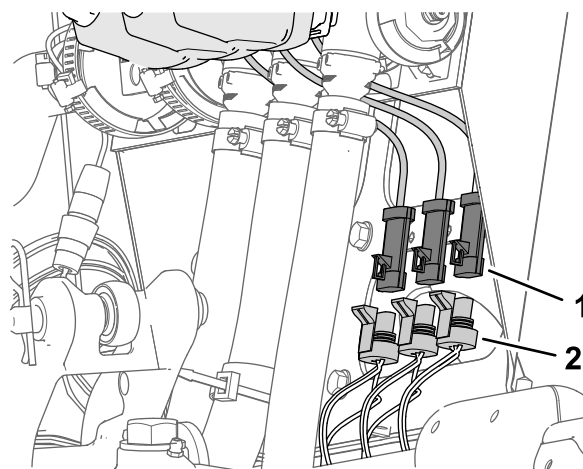

Figura 31
1. Desligue o conector de três tomadas rotulado VÁLVULA DE PULVERIZAÇÃO ESQUERDA, VÁLVULA DE PULVERIZAÇÃO CENTRAL, e VÁLVULA DE PULVERIZAÇÃO DIREITA (left spray valve/center spray valve/right spray valve) da cablagem da máquina dos conectores de três pinos dos três acionadores da válvula de pulverização (Figura 31).